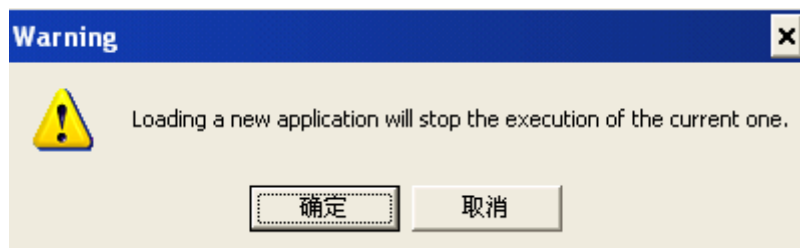

图13 停止当前正在运行的程序
2.5、（可能会弹出如图13所示窗口，没有跳出窗口则看下一步）对话框不用管它，单击“确定”即可。
3.5、（可能会弹出如图13所示窗口，没有跳出窗口则看下一步）对话框不用管它，单击“确定”即可。
3. 16、(CW5.0下) (可能会弹出如图13所示窗口，没有跳出窗口则看下一步) 对话框不用管它，单击“确定”即可。